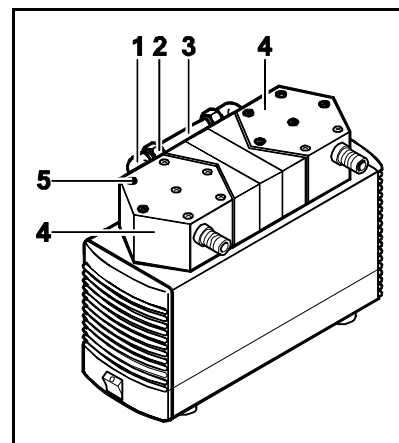

Fig. 4: smontaggio della testata
3. Allentare le viti esterne (fig. 4/5) delle testate.